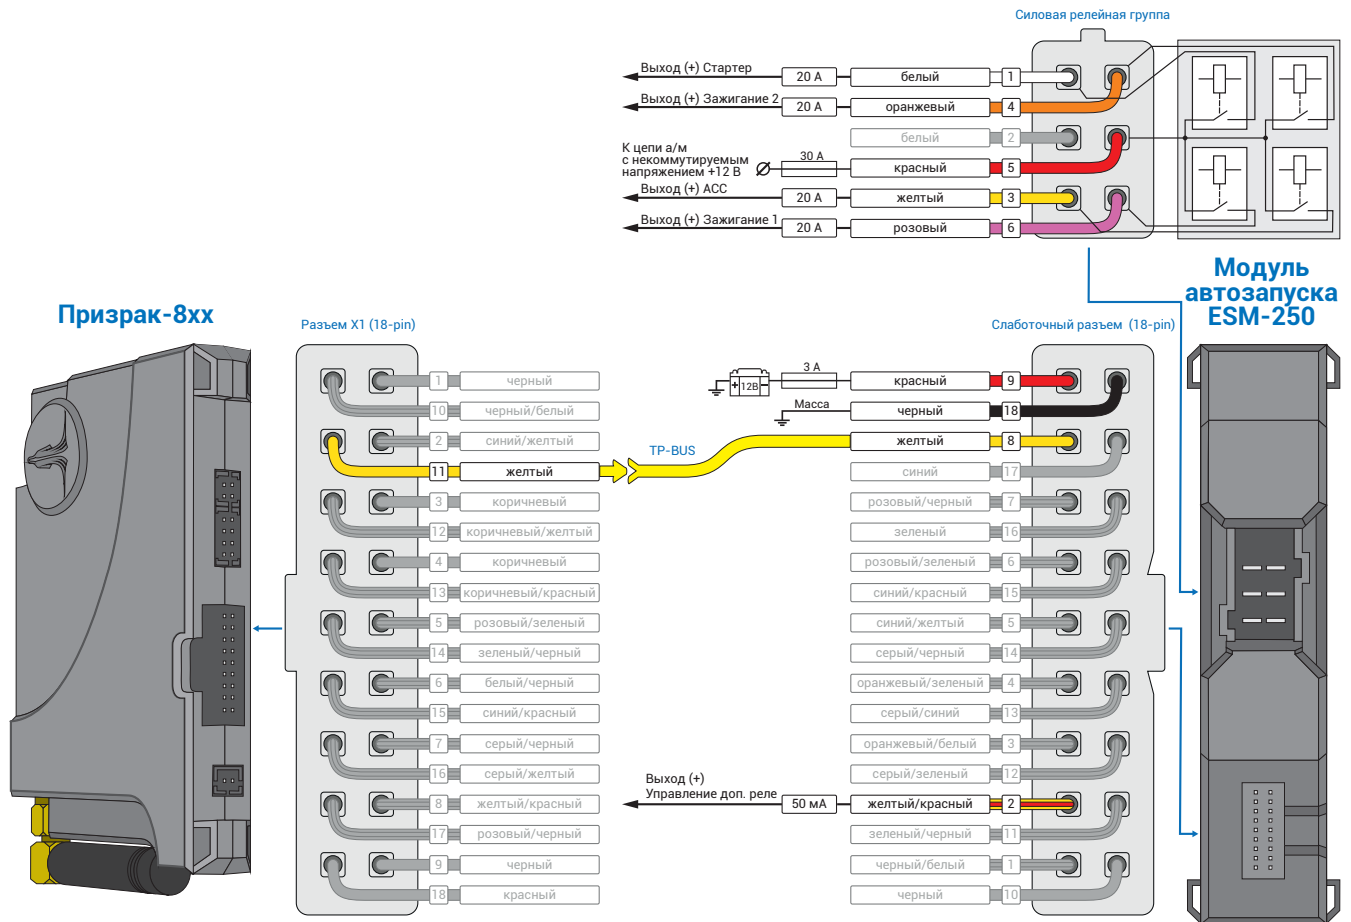
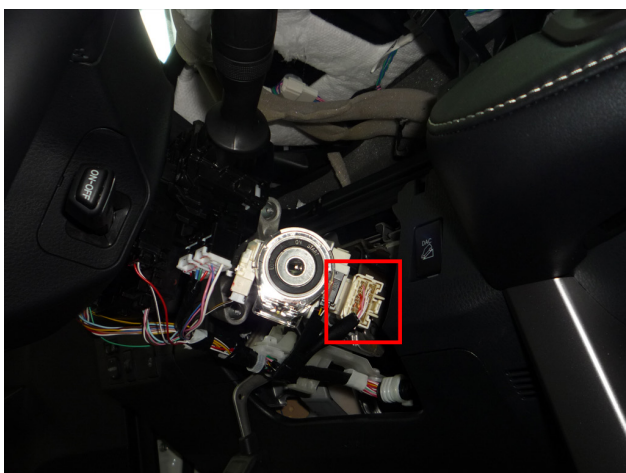

Рис.6 Подключение модуля автозапуска ESM-250
Рис.7 Место подключения
3. Подключите модуль автозапуска ESM-250 – выводы модуля, которые требуется подключить выделены на рис. 6. Подключение к автомобилю производится в разьеме непосредственно у замка зажигания (см. рис. 7, 8).